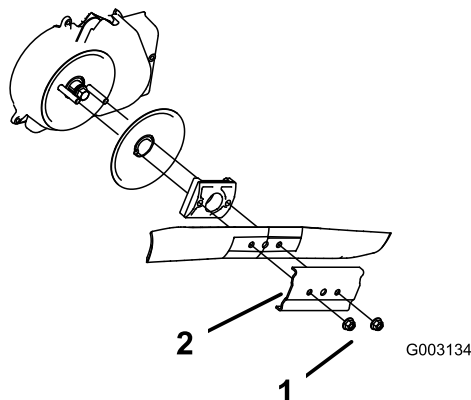

Figure 51
3. Retirez les 2 écrous de la lame et le renfort (Figure 51).
4. Déposez la lame (Figure 51).
5. Posez la nouvelle lame (Figure 51).